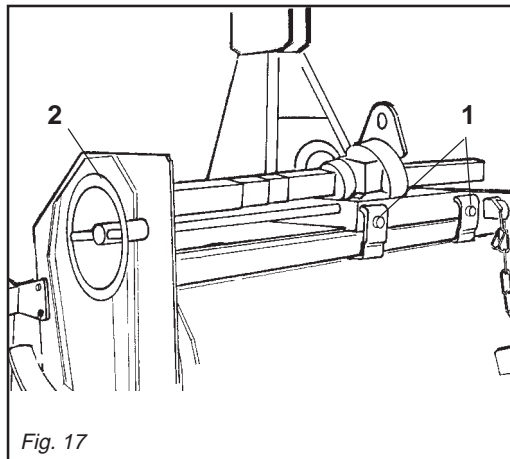
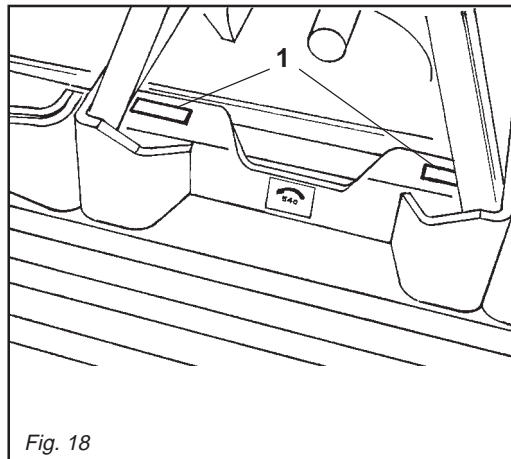

Fig. 17
Fig. 18
- 2- Allentare le viti (1 Fig. 17) che fissano le staffe e lasciarle libere.
- 3- Per mezzo dell'apposito volantino (2 Fig. 17) far scorrere il carrello fino alla posizione desiderata quindi serrare le 2 viti allentate.
- Anteriormente il carrello è provvisto di 2 pattini di guida (1 Fig. 18), che possono essere sostituiti in caso di usura.
- 2- *Slacken the screws (1 Fig. 17) that fix the brackets and leave these free.*
- 3- *Use the requisite handwheel (2 Fig. 17) to move the carriage to the position required and the tighten the two carriage fixing screws.*
- At the front, the carriage has two guide pads (1 Fig. 18) that should be replaced when worn.*
- 2- Die Schrauben (1 Abb. 17) welche die Bügel festhalten, losschrauben und sie frei lassen.
- 3- Mittels dem dafür vorgesehenen Handrad (2 Abb. 17) den Schlitten auf die gewünschte Position bringen und danach mit den zwei Fixierschrauben den Schlitten blockieren. Am früher Teil des Schlittens sind zwei Gleibacken (1 Abb. 18) vorgesehen, die bei Verschleiß ausgetauscht werden können.
- 2- Desserrer les vis (1 Fig. 17) de fixation des brides pour les libérer.
- 3- Au moyen du volant (2 Fig. 17) faire avancer le chariot jusqu'à la position désirée; serrer ensuite les deux vis de fixation du chariot.
- Les 2 patins de guidage (1 Fig. 18) prévus à l'avant du chariot peuvent être remplacés en cas d'usure.
- 2- Aflojar los tornillos (1 Fig. 17) que fijan los estribos y dejarlos libres.
- 3- Con el volante apropiado (2 Fig. 17) deslizar el carro hasta la posición deseada y luego apretar los dos tornillos de fijación carro.
- El carro anteriormente está dotado de 2 patines de guía (1 Fig. 18) que se pueden sustituir si se desgastan.